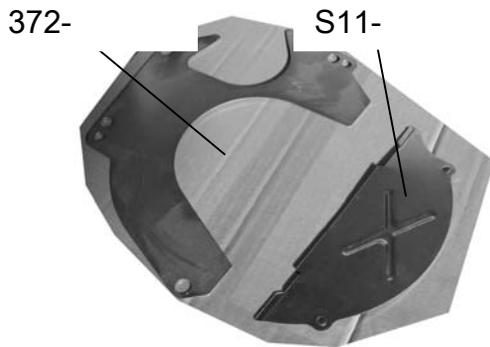

Abb. 8
3. Entfernen Sie die oberen und unteren Schutzabdeckungen (siehe Abb. 8 - 9)